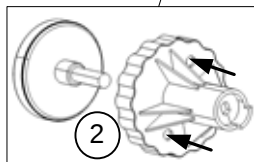

Abb. 2
A= Das Heizkreisset wie in ABB.2 zelegen.
- Rückschlagventil in den Rücklaufkugelhahn montieren (siehe Gebrauchsanweisung oben) Abb. 2 + 3.